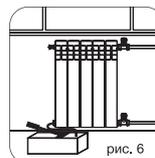

рис. 6
- 8.6. Гидростатическое испытание водяных систем и приборов отопления должно проводиться под давлением, в 1,5 раза превышающем рабочее давление (пример рис. 6). По факту проведения испытаний составляется акт ввода системы и приборов в эксплуатацию в установленной форме.